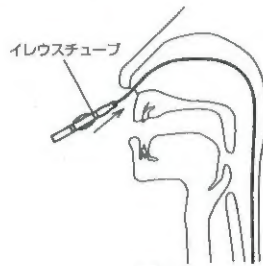

図17
4. ガイドワイヤーを本品の先端部に挿入し、本品後端の吸引用コネクターより引き出す。ガイドワイヤーに沿って、鼻腔よりチューブを徐々に進める。本品は挿入直前に潤滑液を内腔に塗布し、また表面にはキシロカインゼリーなどのチューブ挿入用薬剤を塗布する(図17)。(使用方法1の9項参照)